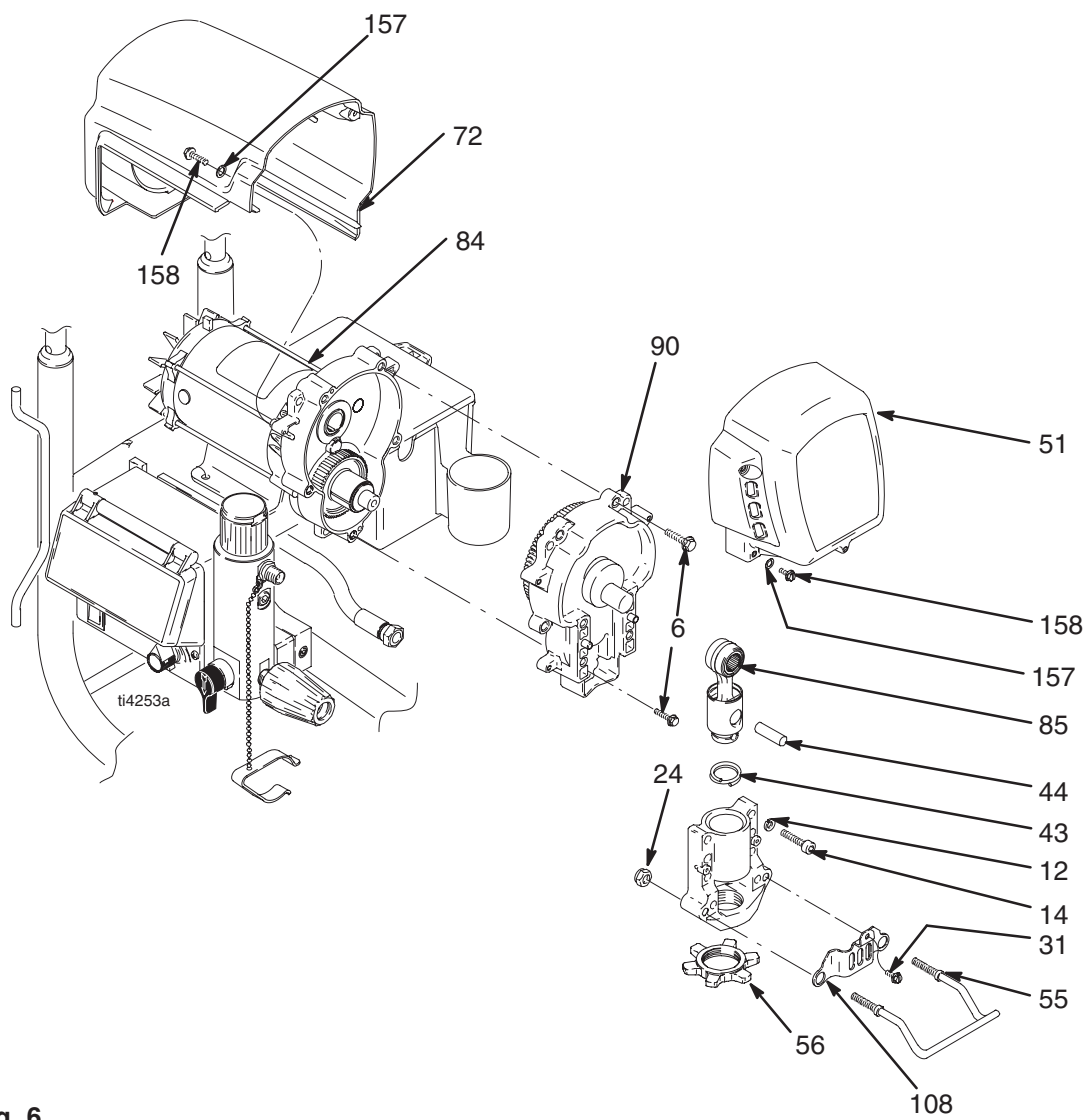

Fig. 6
2. Retire el tornillo (31), las dos tuercas (24), el colgador del cubo (55) y la tapa del eje de la bomba (108).
3. Retire la bomba (91); vea **Sustitución de la base de bomba**, en la página 20.
4. Fig. 6. Retire los dos tornillos (158) y la placa de protección (72).
5. Retire los cuatro tornillos (158) y la tapa delantera (51).
6. Retire los cuatro tornillos (14) y las arandelas (12) para desmontar el alojamiento del cojinete (83) y la biela (85).
7. Retire los cinco tornillos (6) y saque el alojamiento del impulsor (90) del motor (84).
1. Fig. 6. Empuje el alojamiento del impulsor (90) en el motor (84) e instale con los cinco tornillos (6). Apriete a un par de 190–210 in-lb (21–23 N·m).
2. Instale el alojamiento del cojinete (83) con los cuatro tornillos (14) y las arandelas (12). Apriete a un par de 25–30 ft-lb (34–40 N·m).
3. Instale la tapa delantera (51) con los cuatro tornillos (31).
4. Instale la pantalla (72) con los dos tornillos (31).
5. Instale la bomba (41); vea **Sustitución de la base de bomba**, en la página 20.
6. Instale la tapa del eje de la bomba (108) y el colgador del cubo (55) con el tornillo (31) y las dos tuercas (24).